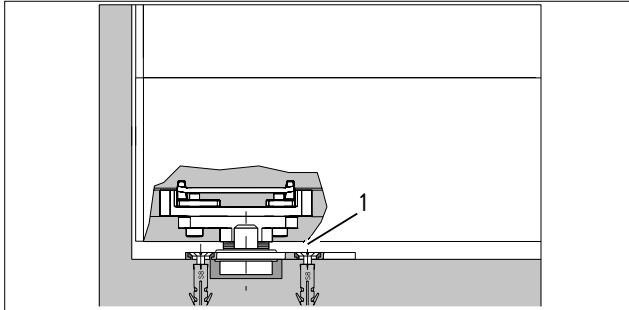

Abb. 48 Bodenlager lösen
12. Bodenlager (Abb. 48/1) mit einem Kreuzschlitzschraubendreher lösen und entfernen.